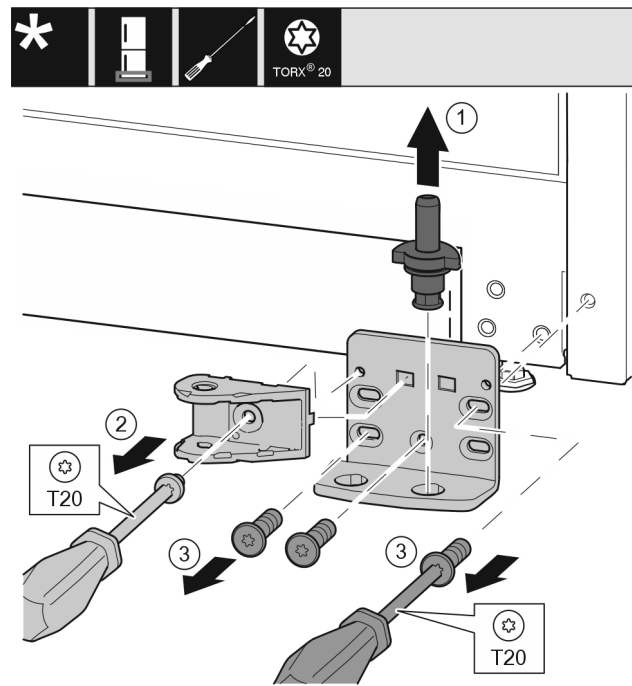

Fig. 34 *
- ▶ Húzza ki teljesen a csapszeget felfelé. Fig. 34 (1)*
- ▶ Csavarja ki a csavart a T20 csavarhúzóval, és vegye le a záráscsillapítót. Fig. 34 (2)
- Csavarja ki a csavarokat a T20 csavarhúzóval, és vegye le a csapágybakot. Fig. 34 (3)*